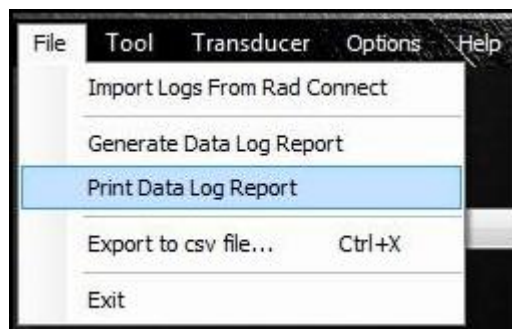

图 5.6-1:打印数据记录按钮
- 2.在“File”下拉菜单中，点击“Print Data Log Report”（图 5.6-1）